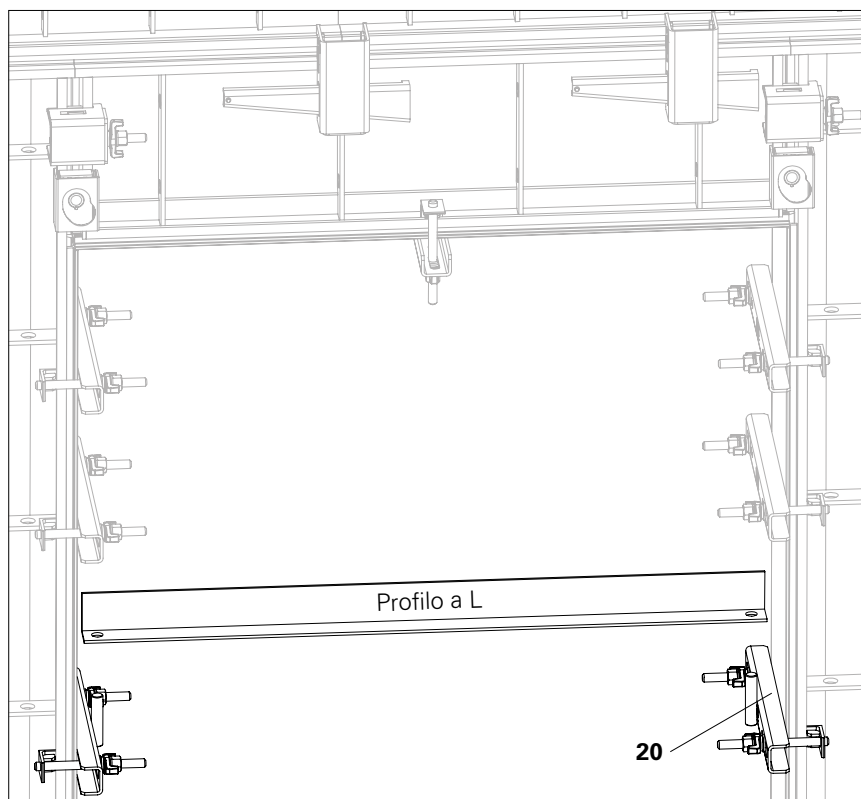

Fig. B8.03
(Fig. B8.03 + B8.04)
2. Inserire i profili del distanziatore prefabbricati con i fori sui bulloni saldati Ø 16 della testa fermagetto UNO Plus (20). (Fig. B8.03 + B8.04)